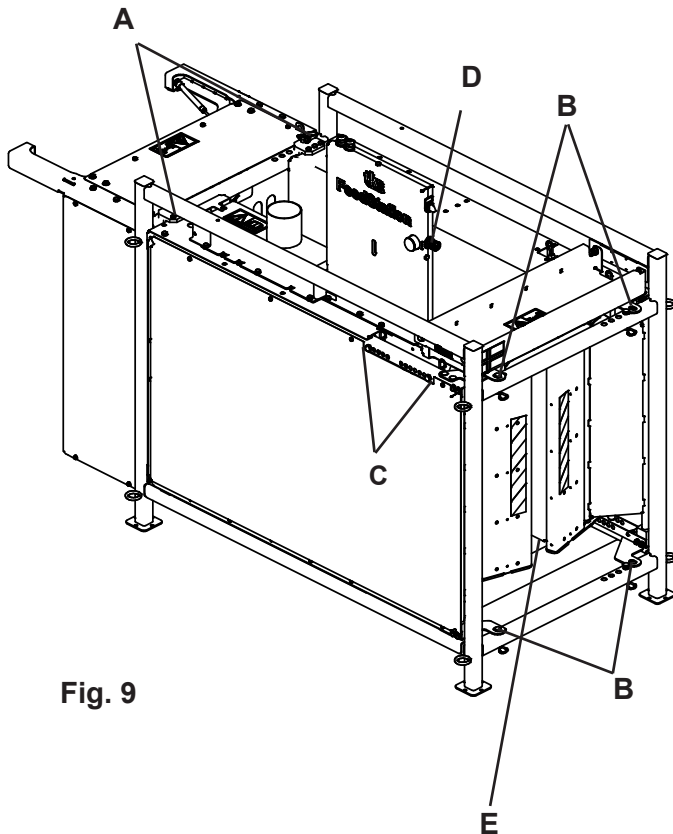

Fig. 9
Se Fig. 9
- Innstilling av mengde kraftfôr gjøres ved hjelp av en 24 mm pipe med forlenger i forkant av doserings enheten (**F**) Fig 9.